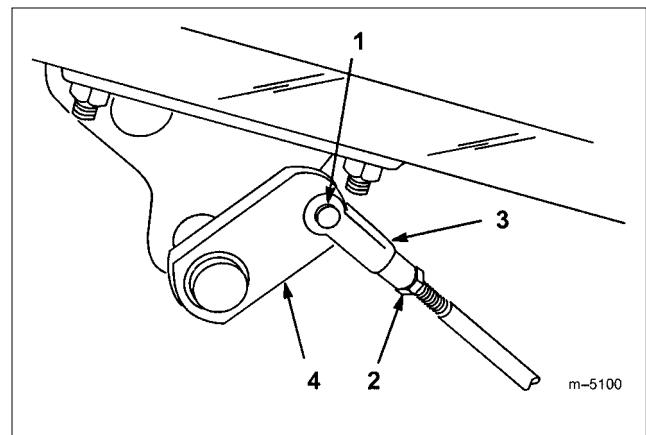

図51
2. ブレーキが片効きであれば、コッター・ピンとクレビス・ピンを外して、ブレーキロッドを外す（図51）。
3. ジャムナットをゆるめ、クレビスを調整する（図51）。